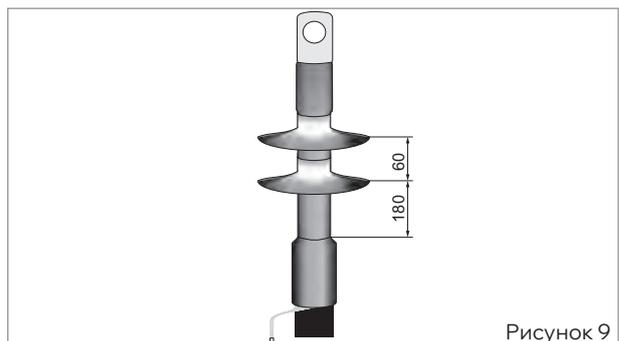

Рисунок 9
- В случае концевой муфты наружной установки после усадки трекингостойкой трубки надеть на кабель два термоусаживаемых изолятора с интервалом 60 мм между изоляторами и усадить, начиная с нижнего (рис. 9).